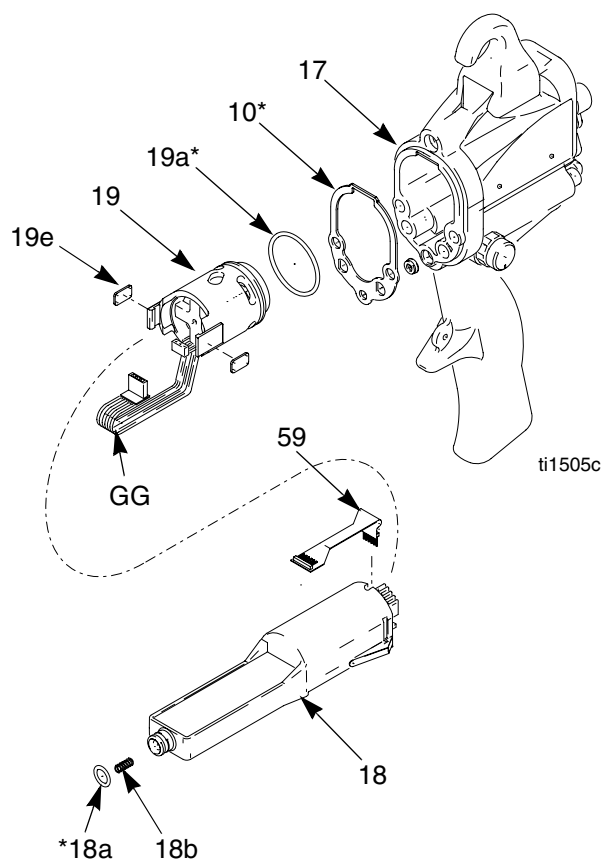

Fig. 17 Kraftmatningen
3. Håll fast kraftaggregatet (18) med handen. Frigör kraftaggregatet/generatoren från pistolhandtaget (17) genom att vicka enheten försiktigt från sida till sida med handen och dra sedan ut den rakt. *Gäller endast Smart-modeller*, koppla bort den böjliga kretsen (59) från uttaget längst upp på handtaget (17). Se Fig. 17.
4. Lossa 3-ledarkontakten (GG) från kraftaggregatet. Dra generatoren uppåt och bort från kraftaggregatet. Titta om kraftaggregat och generator har skador. *Gäller endast Smart-modeller*, lossa den böjliga 6-ledarkretsen (59) från kraftaggregatet.